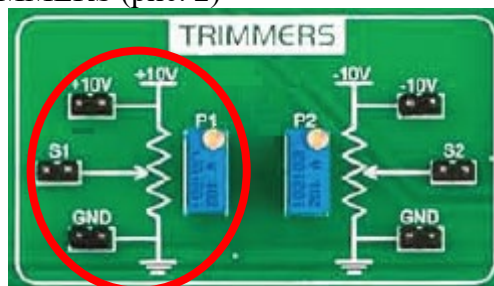

Рис. 2
- 4.1 Для формування опорної напруги використайте подільник напруги на потенціометрах, розміщених у секції TRIMMERS (рис. 2)